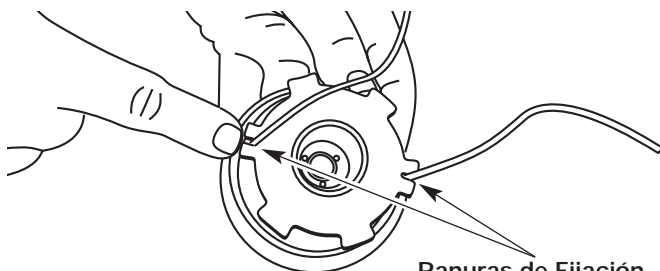

Figure 24
12. Inserte los extremos de la línea en las dos ranuras de fijación (Fig. 24).